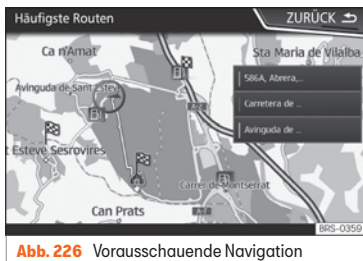

Abb. 226 Vorausschauende Navigation
- Auf dem Hauptbildschirm des Navigationsmenüs im Pop-up-Fenster die Taste **Häufige Routen** antippen. Zur Anzeige der häufig gefahrenen Routen die Taste **In Karte anzeigen** antippen »» Abb. 226.